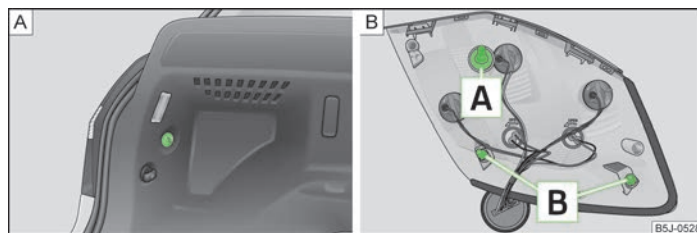

Fig. 154 Desmontar la luz posterior/montar la luz posterior
- Sujetar con una mano la luz posterior y desenroscar con la otra mano la tuerca de plástico » fig. 154 - **A**.
- Para volver a montar la luz posterior, introducirla primero con el tornillo **A** en la abertura de la carrocería » fig. 154.
- Sujetar con una mano la luz posterior, y enroscar y apretar con la otra mano la tuerca » fig. 154 - **A**.